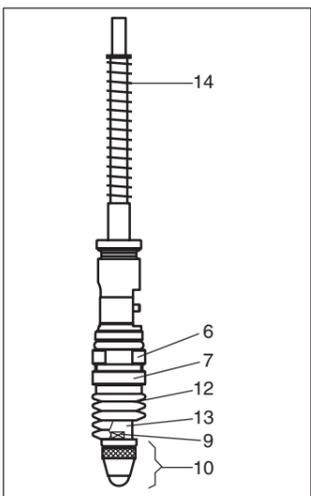

Fig. 3
- Repousser le soufflet (8).
- Desserrer le contre-écrou (6) avec la clé à fourche
- Tourner l'unité de guidage à la main (Fig. 3). 1 tour \approx env. 0,35 mm modification de la course.
- Serrer le contre-écrou (6).
- Pousser le soufflet (8) contre la touche.
- Allentare il controdado (6) con la chiave fissa.
- Estrarre manualmente l'unità di guida (Fig. 3) svitando.
- Sostituire la molla di forza di misura (14). Spostare dapprima il diametro inferiore sopra il nucleo!
- Serrare bene il controdado (6).
- Spingere indietro il soffietto (8).
- Ruotare manualmente l'unità di guida (fig. 3). 1 giro \approx 0,35 mm di variazione della corsa.
- Spingere il soffietto (8) contro l'inserto di misura.